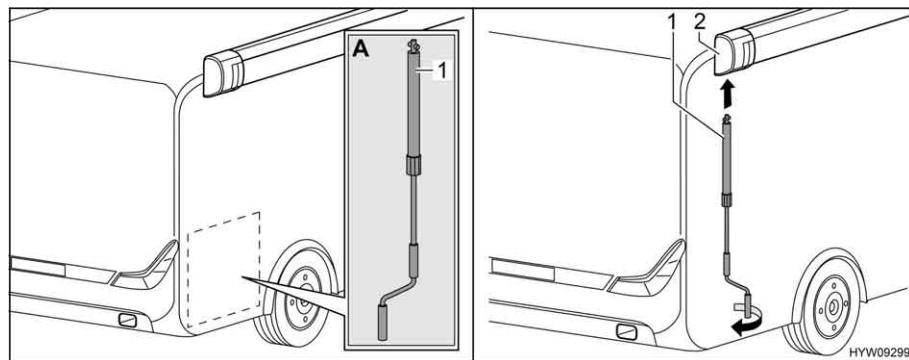

Fig. 35 Applicazione manovella
- Prelevare la manovella (Fig. 35,1) dal garage di coda (Fig. 35,A).
- Inserire la manovella nel supporto a baionetta (Fig. 35,2) della tenda.